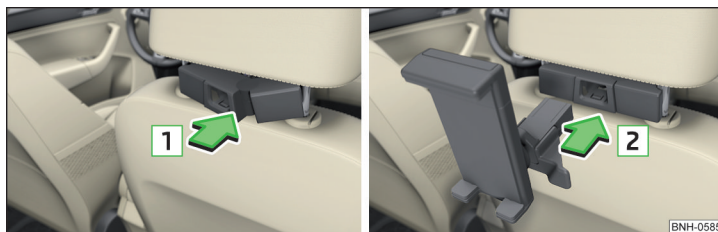

Fig. 101 Introducir: Adaptador / soporte
- Para **introducir**, colocar adelante el adaptador abierto en las barras-guía del reposacabezas y encajar en el sentido de la flecha **1** » fig. 101 » !.